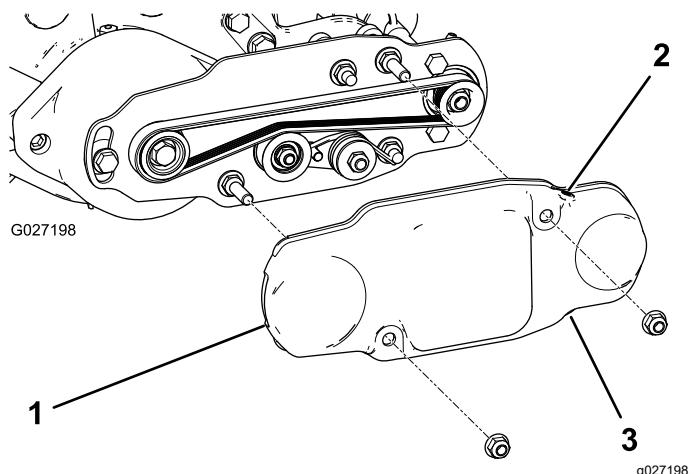

図 17
2. 取り付けボルトにベルトカバーを取り付けてフランジナット2個で固定する図17。